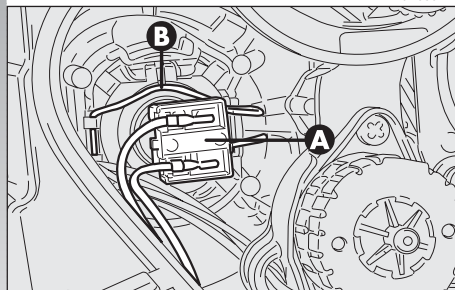

fig. 24b
**Luci abbaglianti (fig. 24b)**